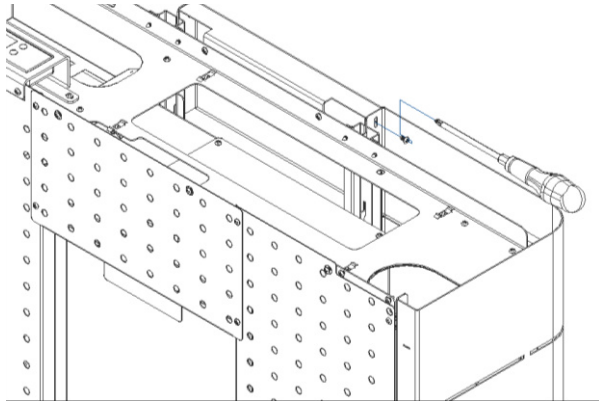

Figura 35 - Fixação capas laterais
e) Apertar as laterais ao frontal, tal como demonstra a Figura 35 (utilizar 2 parafusos A).